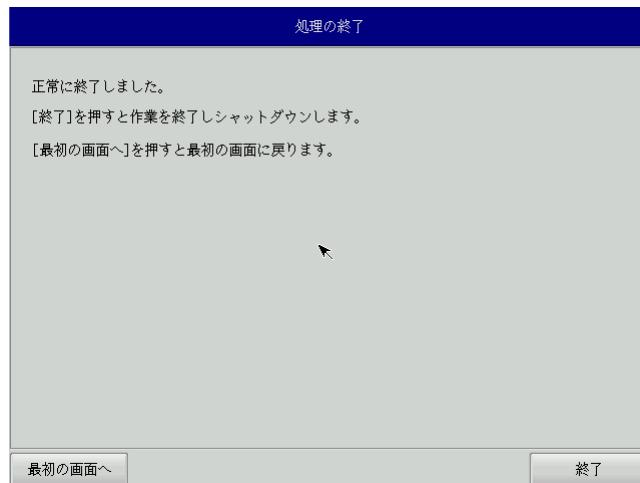

図5-3-8. 終了画面
- ⑪ 終了画面（図5-3-8）が表示されるとバックアップ作業は完了です。[終了]ボタンを押して電源を落してください。